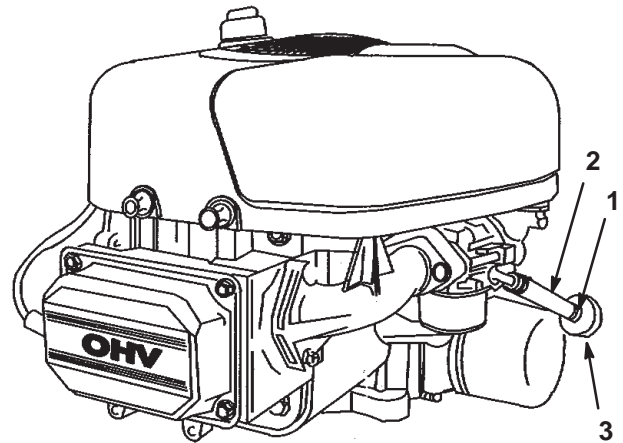

Figure 26
8. Pincez les extrémités du collier de fixation et poussez le collier en haut de la conduite d'alimentation, en direction du réservoir de carburant (Fig. 26).
9. Débranchez la conduite d'alimentation du filtre (Fig. 26) et laissez l'essence s'écouler dans un bidon ou un bac de vidange.
Remplacez le filtre à carburant toutes les 100 heures de fonctionnement ou une fois par an, le premier des deux prévalant. Le meilleur moment pour remplacer le filtre à carburant (Fig. 26) est lorsque le réservoir à carburant est vide. Ne réinstallez jamais un filtre à carburant encrassé après l'avoir déposé de la conduite d'alimentation.
7. Pincez les extrémités des colliers et éloignez-les du filtre (Fig. 26).